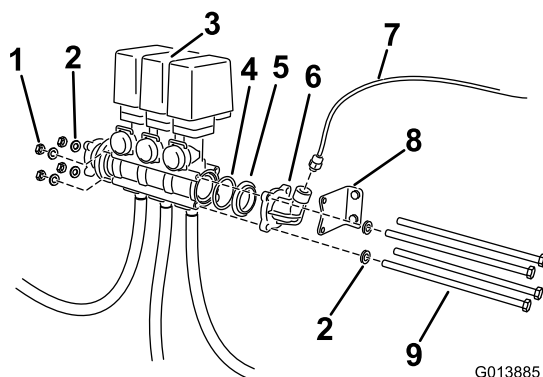

Figura 4
2. Desaperte os parafusos longos e os dispositivos de fixação que prendem o conjunto da válvula (Figura 4). Retire e guarde todos os dispositivos de fixação. Mova o conjunto da válvula para a direita para a direita.
3. Retire o adaptador e vedação do joelho (Figura 4). Localize o anel de retenção do corpo da válvula existente. Guarde todas as peças. Mova o suporte afastando-o do conjunto da válvula existente.